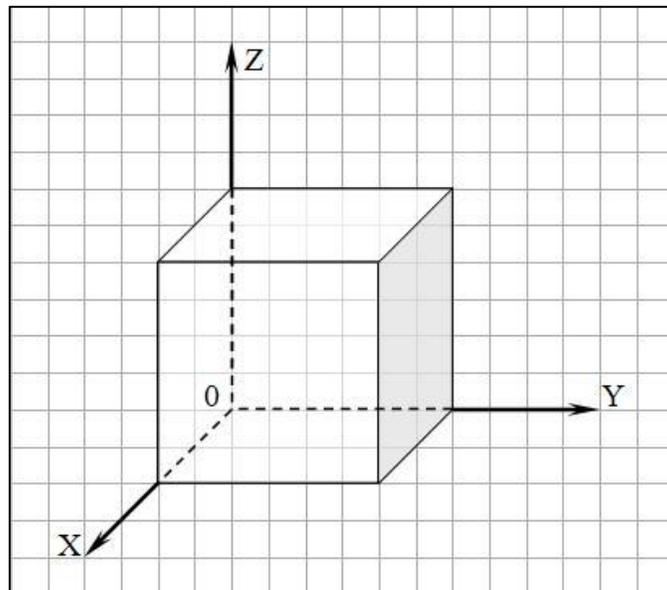

Рисунок 41 – Система координат
3. «Координаты» – управление манипулятором в трехмерной системе координат. Система координат манипулятора задана тремя взаимно перпендикулярными линиями (см. Рисунок 41). Начало координат – исходное положение манипулятора (оси X, Y) и поверхность, на которую он установлен (ось Z):